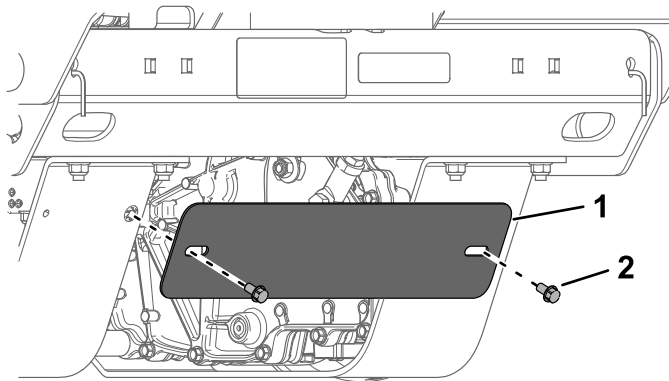

図 63
4. ボルト 2 本とガードプレートを取り外す 図 63。
9. ガードプレートを取り付ける 図 63。